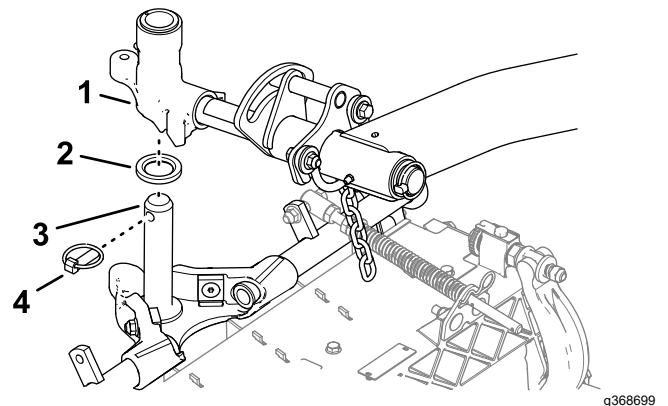

Figure 27
1. Glissez une unité de coupe sous le bras de levage (Figure 27).